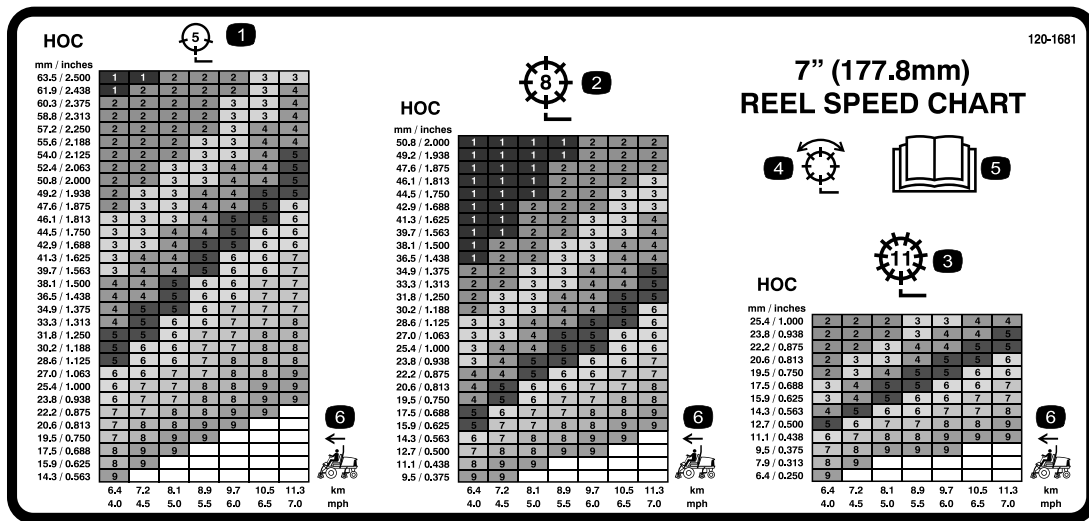

図 39
3. ステッカー上のグラフ（図 39）、適切なリール速度の設定を行う。